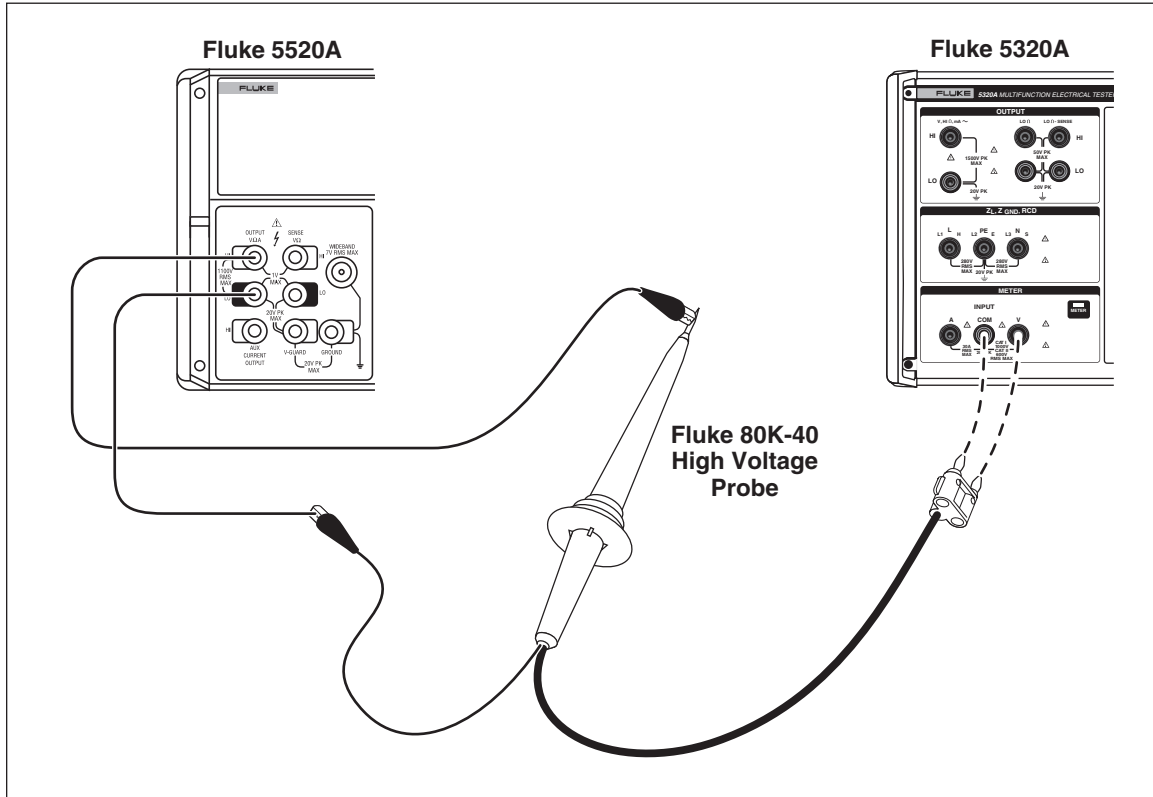

图6-10.高压探极校准连接
1. 如图6-10中所示，将多功能校准器（本例中为 5520A）连接到高压探极。